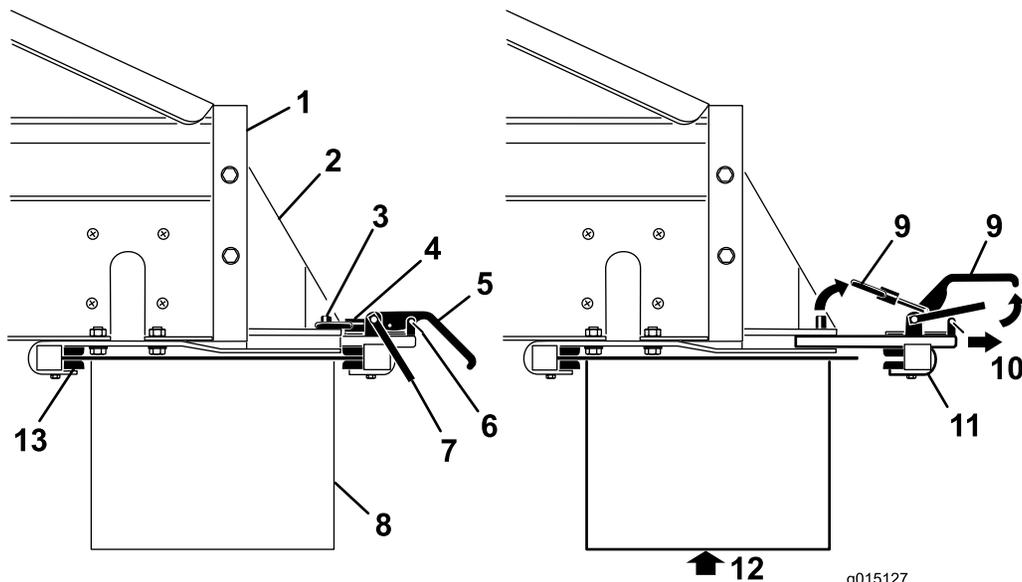

図 37
3. クランプのハンドルから、安全ラッチクリップを外す（図 37）。
4. 安全ラッチを立て、アタッチメント側のクランプ・ハンドルを開いてロック・ピンからロック・リングを外す（図 37）。
5. クイック・アタッチ・スロットから、後クランプ・アセンブリを引き出す（図 37）。
6. 誰かに補助してもらってクロス・コンベア/スイベルを持ち上げ、その前端を MH-400 の下にある前クランプ・ブラケットにセットする（図 37）。
7. クロス・コンベア/スイベルを保持したまま、後クランプ・アセンブリをクイック・アタッチ・スロットに戻し、クロス・コンベア/スイベル後端部にセットする（図 37）。
9. クランプのハンドルに、安全ラッチクリップを元通りに取り付ける（図 37）。